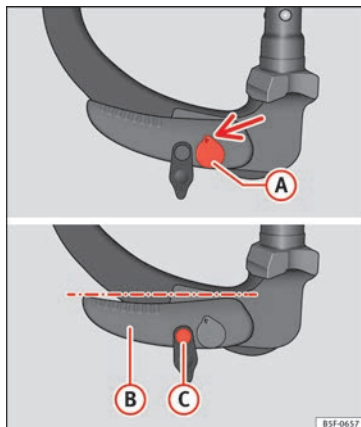

Fig. 228 Posición de reserva: posición de la palanca y el perno de desbloqueo
- La llave ① » fig. 228 se encuentra en la posición desbloqueada (la parte agujereada de la llave se muestra hacia arriba).
- La palanca ② » fig. 228 se encuentra en la posición inferior.
- Se puede mover el perno de desbloqueo ③ » fig. 228.